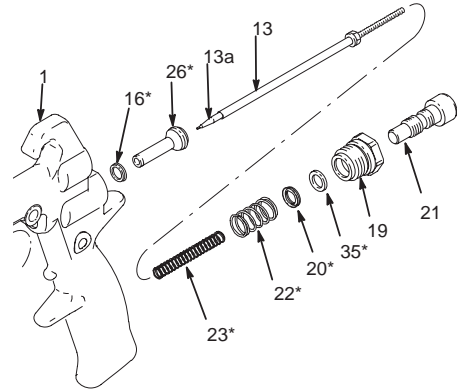
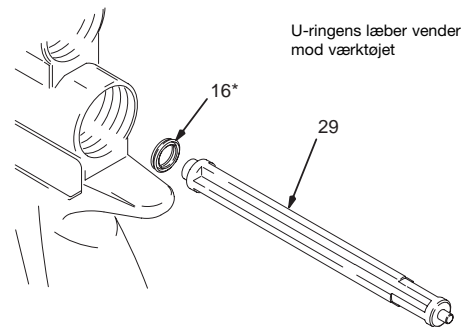
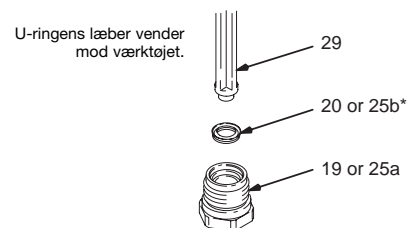

Fig. 26
Fig. 27
Fig. 28
4. Isæt de nye U-ringspakninger (25b) én ad gangen med pakningsisættværktøjet (29). U-ringens læber skal vende mod værktøjet som vist i fig. 28.
1. Afmonter væskeventilmøtrikken (19), luftventilfjederen (22) og luftventilenheden (26). Kassér luftventilenheden. Se fig. 26.
2. Brug en mekanisk tang til at fjerne U-ringspakningen (16) fra pistolhuset.
3. Placer den nye U-ringspakning (16) på pakningsisættværktøjet (29) med U-ringens læber vendende mod værktøjet som vist i fig. 27.
4. Skub pakningingen (16) ind i den bageste del af pistolen, indtil der høres et klik.
5. Brug en mekanisk tang til at fjerne U-ringspakningen (20) og afstandsstykket (35) fra væskeventilmøtrikken (19). Pas på ikke at beskadige pakningens overflade og møtrikkens indvendige gevind.
6. Isæt en ny U-ringspakning (20) med pakningsisættværktøjet (29). U-ringens læber skal vende mod værktøjet som vist i fig. 28. Dette vil gøre det lettere at udøve et jævnt tryk på U-ringens læber og undgå at beskadige dem.
7. Skub U-ringspakningen (20) og afstandsstykket ind i væskeventilmøtrikken (19), indtil der høres et klik.